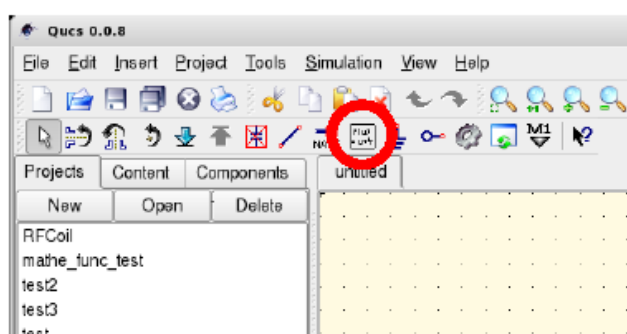

Рис. 13.1. Введение нового выражения измерения с помощью иконки уравнения
- Используя иконку уравнений на инструментальной панели (см. рис. 13.1)